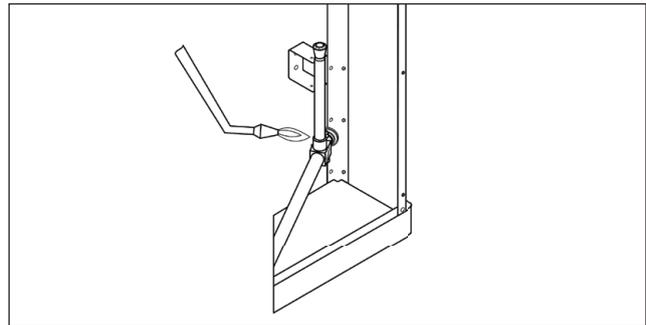

Abb. 11.6
7. Schließen Sie die Flüssigkeitsleitung an das EV an (Abb. 11.6). Beim Löten ist es erforderlich, den Sauerstoff aus der Innenschleife der Rohrleitungen zu entfernen, um die Bildung von Ablagerungen zu verhindern. Es wird empfohlen, die Rohrleitungen vor dem Löten mit Inertgas zu füllen.